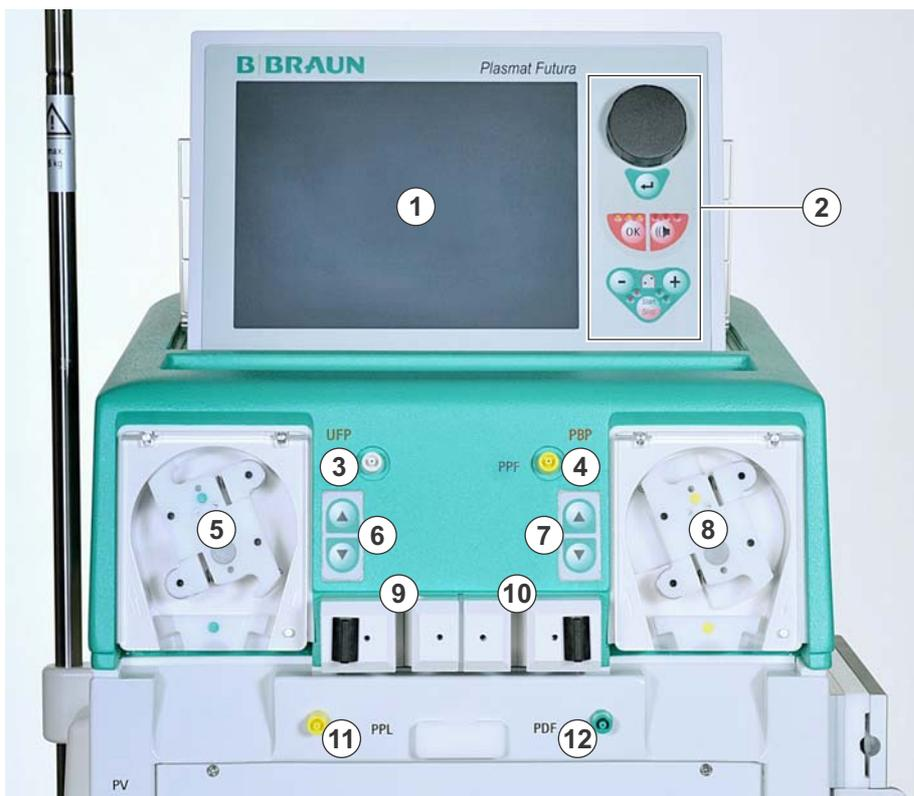

Fig. 2-4 Modulo superiore
I tasti di regolazione del livello sono posizionati nella parte anteriore del modulo superiore (vedere Fig. 2-4 Modulo superiore (29)) e del modulo centrale (vedere Fig. 2-5 Modulo centrale, vista frontale sinistra (30)).